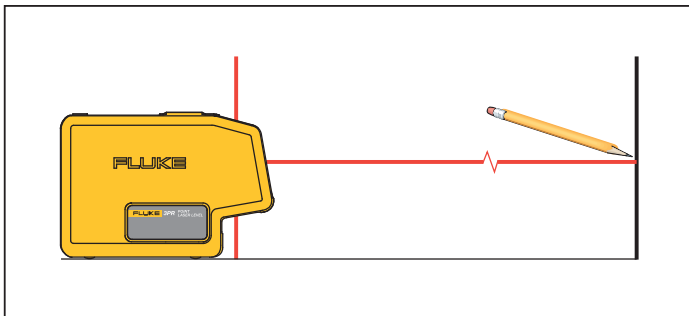

Abbildung 1. Neues Nivellierzeichen
2. Das Produkt um seine Mittelachse drehen, bis der horizontale Laser auf das Messobjekt zeigt. Siehe Abbildung 1.